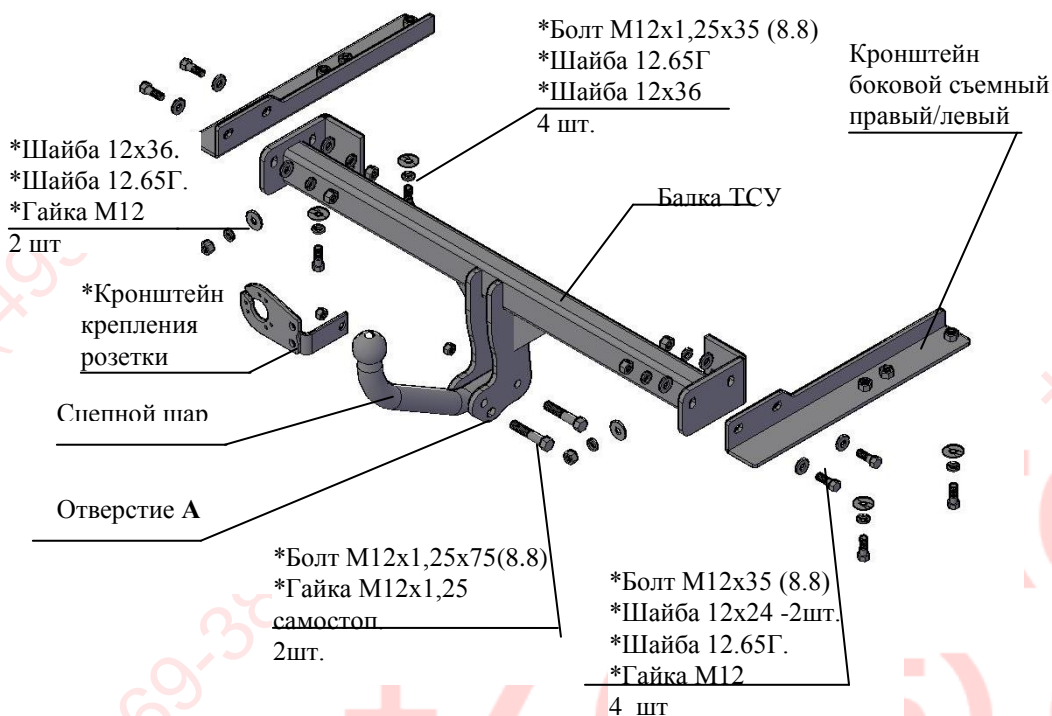

Рис.1 Тягово-цепное устройство 9450
2.1 ТСУ 9450 в сборе (рис.1)	1 шт.
2.2 Пакет с комплектующими (см. рис.1)	1 шт.
4.3 Установить боковые съемные кронштейны ТСУ (правый и левый соответственно рис.1) внутрь лонжеронов а/м, закрепить к нижним полкам болтами M12x1,25x35, (используя приварные гайки), под головки болтов подложить шайбы 12.65Г и шайбы 12x36. Крепеж не затягивать.